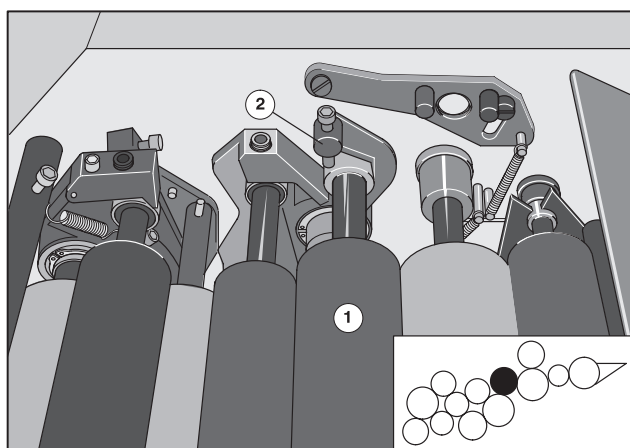

Рис. 38 Установка 1-го передаточного валика
1-ый передаточный валик (Рис. 38/①) имеет скошенные торцевые стороны.
- ① Вложите 1-ый передаточный валик в опоры.
- ② Нажмите рычаг на опорах валика на стороне привода (Рис. 38/②) и стороне обслуживания в направлении приемки.